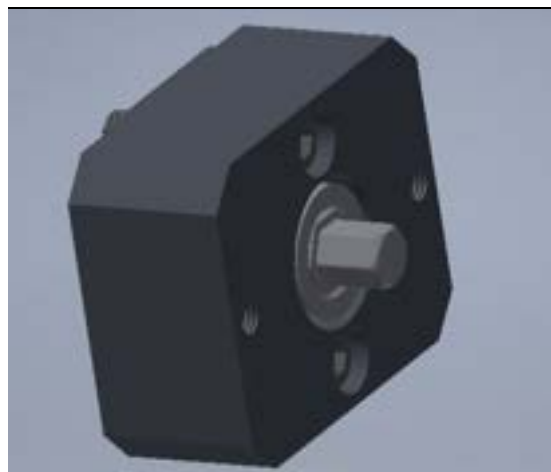

FIGURE 4-42. ADAPTATEUR DE BOÎTE D'ALIMENTATION PNEUMATIQUE
1. Installez l'ensemble de l'adaptateur de la boîte d'alimentation (Réf. 62994, voir Figure 4-42) sur l'extrémité du bras de rotation en le vissant avec les deux vis SHCS M6 x 1,0 x 30 mm.